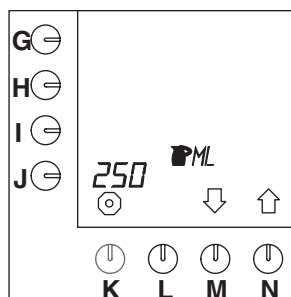

Fig. 26 Volume d'un pichet
- Appuyez sur la touche de sélection (N.)↑ jusqu'à ce que la fig.26 s'affiche sur l'écran de contrôle.